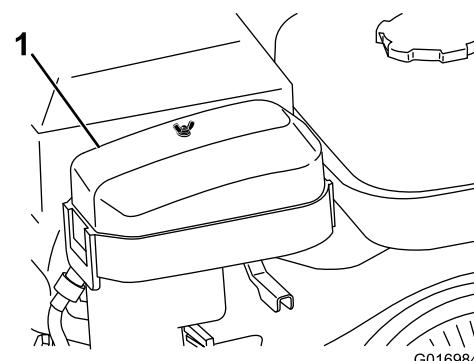

图31
2. 拧掉固定空气滤清器盖的蝶型螺帽然后取下滤清器盖图31。